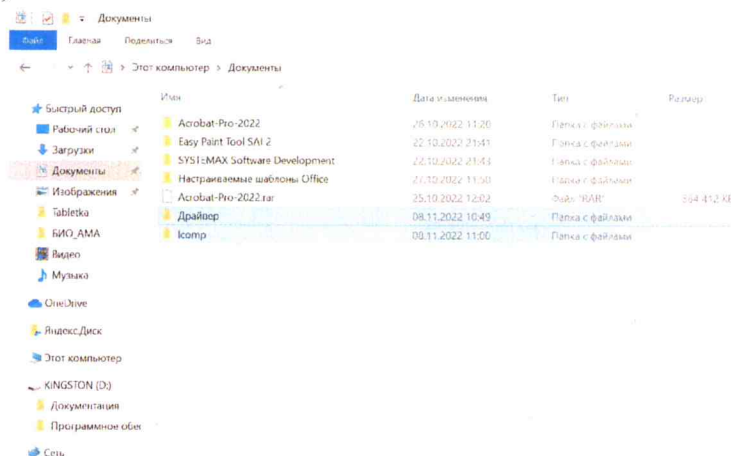

Рисунок 13
1) Убедитесь, что вы выполнили пункты 1 и 2 в разделе 4.1. После этого зайдите в папку «Драйвер» (рисунок 13).